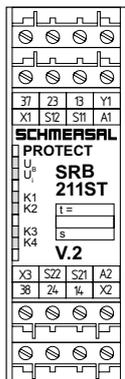

Abb. 2
5.2 Klemmenbeschreibung (siehe Abb. 2)